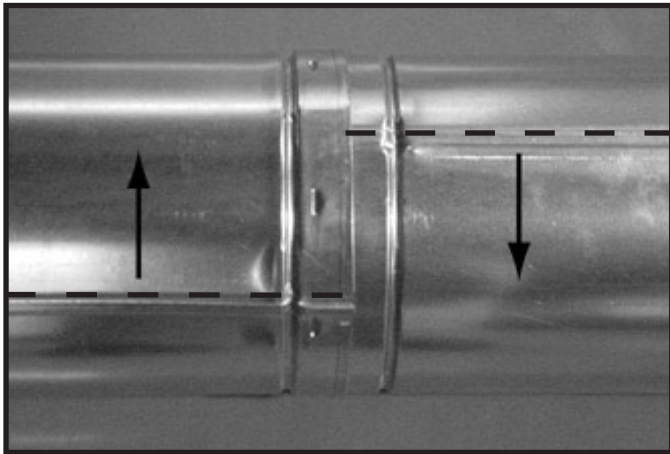

Figure 7.9 Pivoter les joints pour le démontage
- Pivotez l'une des sections (figure 7.9) de façon à ce que les joints des deux sections des conduits soient alignés, comme indiqué sur la figure 7.10.